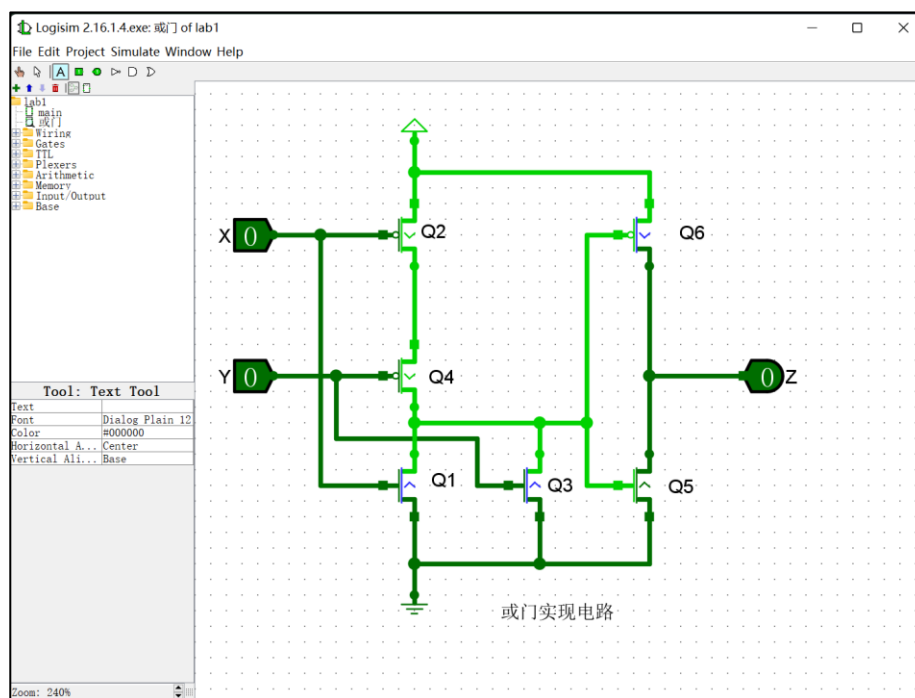

图 1.10 实现或门时在电路图中增加标识符
4) 添加标识符。如图 1.10 所示, 标注输入、输出引脚及晶体管标识符, 添加电路功能描述。